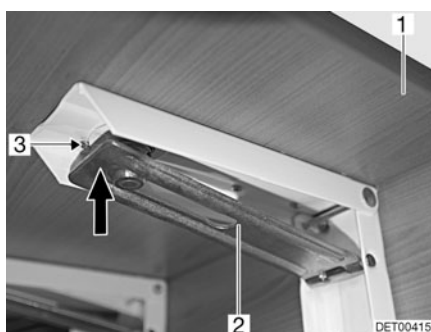

Fig. 69 Apoyo de la prolongación del banco de asiento
- Abatir la prolongación del banco de asiento (Fig. 69,1) hacia arriba. El apoyo (Fig. 69,2) engatilla automáticamente.
- Presionar el apoyo (Fig. 69,2) hacia arriba en sentido de la flecha, contra la resistencia del resorte espiral (Fig. 69,3). La prolongación del banco de asiento está desbloqueada.